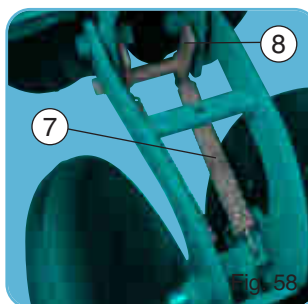

Fig. 58
- Démontez le bloc arrière, désolidariser les ressorts (7) et supprimer l'entretoise en H (8) (fig. 58).
- Remove the rear unit, separate the springs (7) and remove the H spacer (8) (fig. 58).
- Desmontar el bloque trasero, soltar los muelles (7) y suprimir traviesa en H (8) (fig. 58).